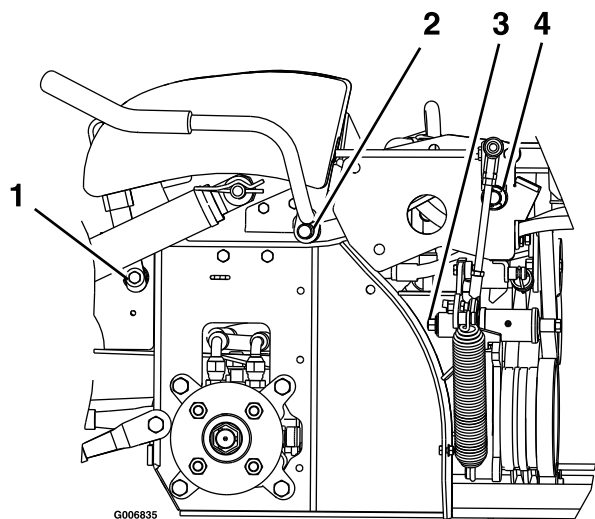

Figura 34
- Lubrificate le boccole in bronzo sul perno di articolazione della maniglia del freno con lubrificante spray od olio leggero (Figura 34).